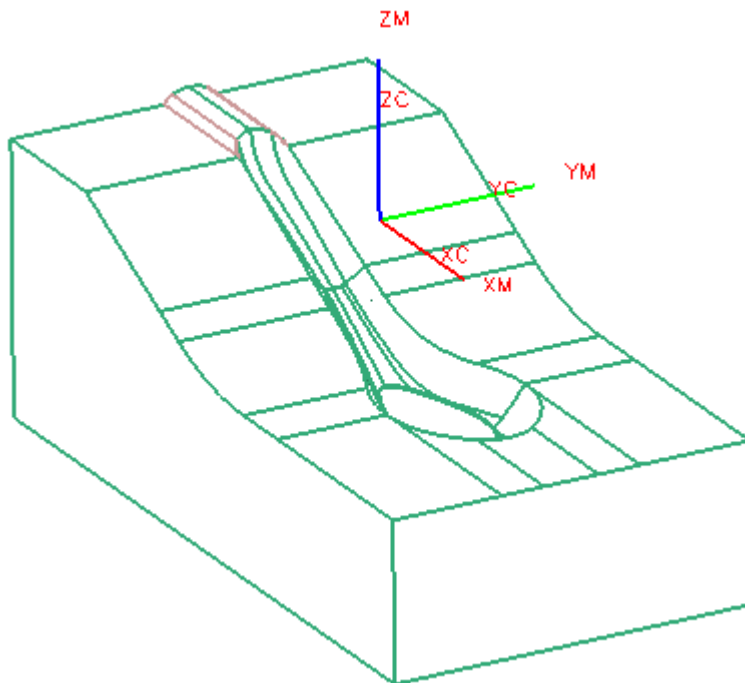

图 9-160
- 在操作对话框中，单击 ，选择如图 9-160 所示的表面，单击 OK。